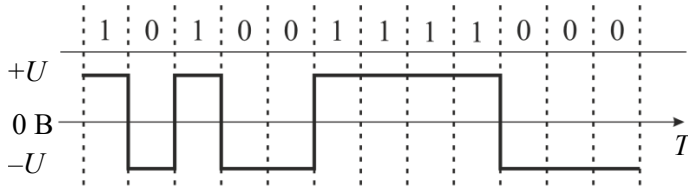

Рис.2. Биполярный NRZ-код
- логическая «1» передается уровнем  $+U$  В в течение битового интервала (рис.2).